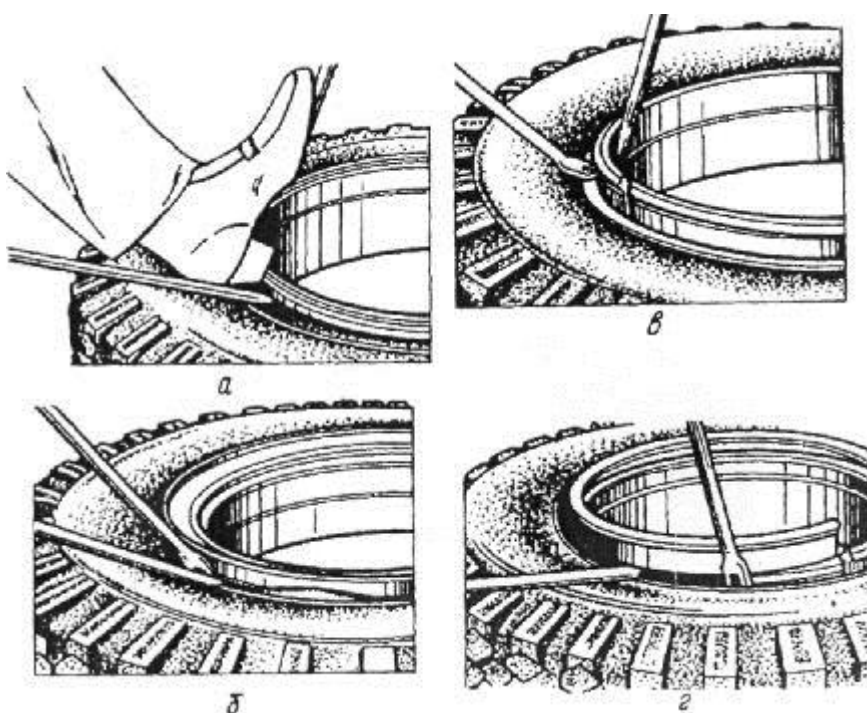

Рисунок 34. Порядок демонтажа шин
- вставить конец прямой лопатки в демонтажный паз кольца и отжать кольцо из замочной канавки. Изогнутой лопаткой приподнять кольцо вверх (рисунок 34 в);
- поддержать кольцо прямой лопаткой, извлекать замочное кольцо изогнутой монтажной лопаткой до тех пор, пока оно полностью не выйдет из канавки (рисунок 34 г).